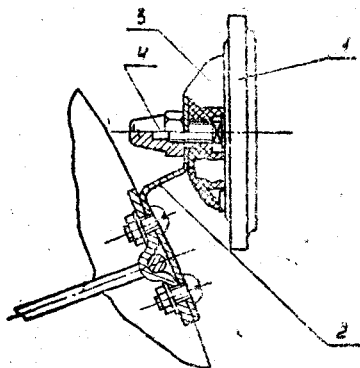

Рис. 10
Задний световозвращатель (1) (рис. 10) с оптическим элементом красного цвета крепится на кронштейне (2) через фасонную шайбу (3) гайкой (4).